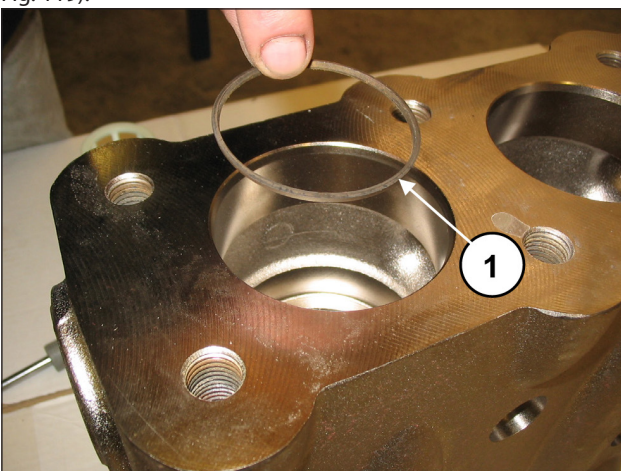

Fig. 119
Insérer la bague anti-extrusion, rep. vue éclatée 4 (rep. ①, Fig. 119).